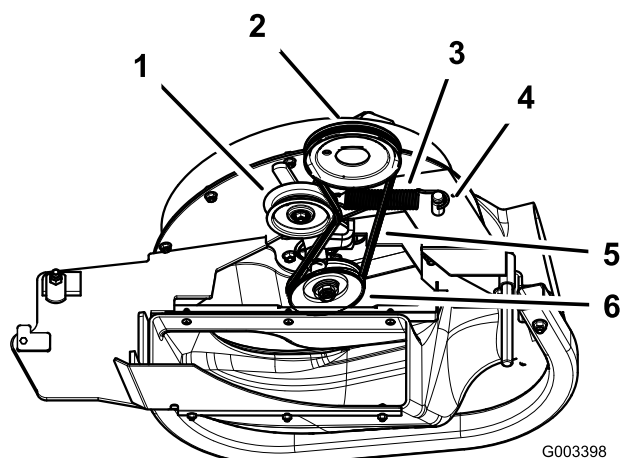

Figura 14
1. Instale a correia em redor da polia do soprador (Figura 14).
2. Instale a mola no braço intermédio e a cavilha na estrutura do soprador (Figura 14).